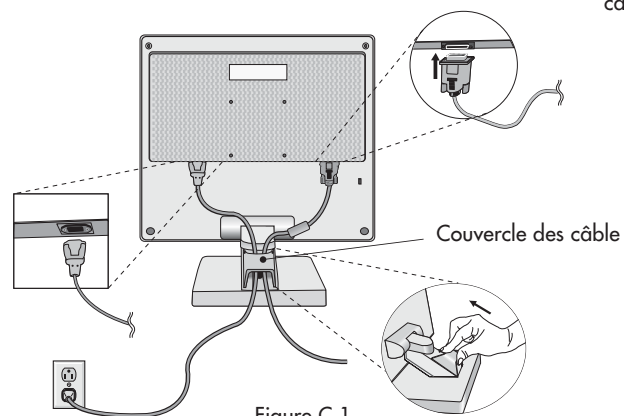

Figure C.1
**NOTA : Pour obtenir un adaptateur de câble Macintosh pour le MultiSync LCD1760V appelez NEC-Mitsubishi Electronics Display of America, Inc. au (800) 632-4662.**
4. Branchez le mini-connecteur D-SUB à 15 broches de câble vidéo aux connecteurs appropriés à l'arrière du moniteur (**Figure C.1**). Enlevez la gaine de câble.
5. L'Interrupteur de Vacances sur le côté droit de l'écran doit être allumé (**Figure C.1**). Allume l'écran de Silhouette de bouton et l'ordinateur.